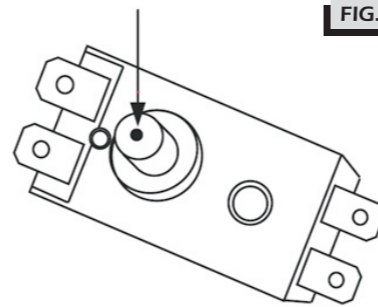

FIG. 6
- 2) Apretar el botón, en el centro del termostato como se observa en la fig. 6